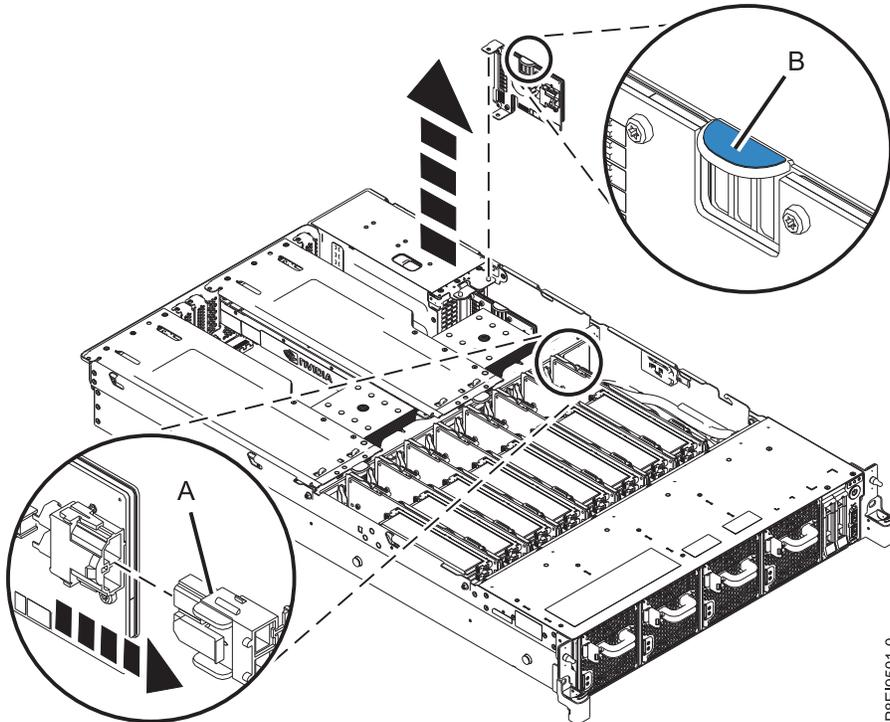

図 47. システムからの電源ライザーの取り外し
- a. 該当する場合は、親指でラッチ・リリース・レバーを押して、電源ライザーからファン電源ケーブルを切り離します ( 52 ページの図 47 の **(A)** を参照)。
- b. 青色のタブを持ってスロットから電源ライザーを引き出します。 52 ページの図 47 の **(B)** を参照してください。